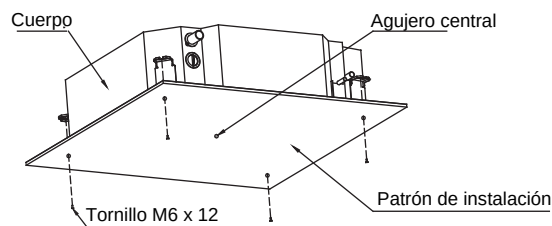

Fig.5-6
- 2 Después de instalar el cuerpo, sujete el patrón de papel para la instalación al cuerpo del equipo con pernos (M6X12) para determinar de antemano los tamaños y posiciones del agujero a realizar en el techo (ver Fig. 5-6).